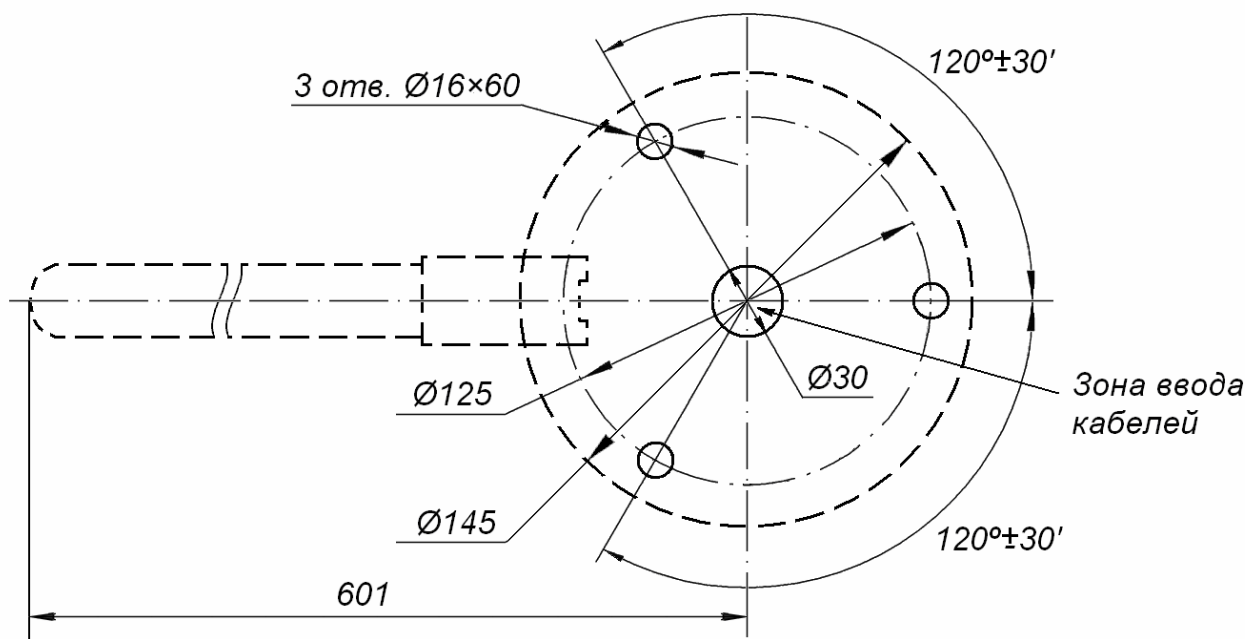

Рисунок 9. Схема разметки для монтажа турникета (пунктиром показаны габариты стойки турникета и положение одной из его створок)
- разметку установочных отверстий следует производить в соответствии с рис. 9 и 14;
2. Выполните на полу разметку под анкера для установки стойки турникета и кабельные каналы для прокладки кабеля управления (10), кабеля питания (11) в соответствии с рис. 9 и планировкой Вашей проходной. Схема разметки для монтажа формирователя прохода представлена в Приложении на рис. 14.